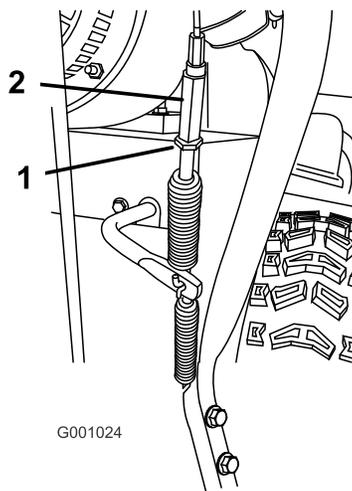

Figure 43
5. Desserrez l'écrou de blocage (Figure 43).
6. Desserrez ou serrez le tendeur de réglage de la tension du câble (Figure 43).